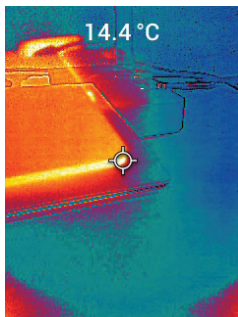

Рисунок 5.1 Комбинированное тепловое и видимое изображение (MSX®)
6. Показание температуры на дисплее представляет собой измерение в целевой точке. См. **рис. 5-1**.